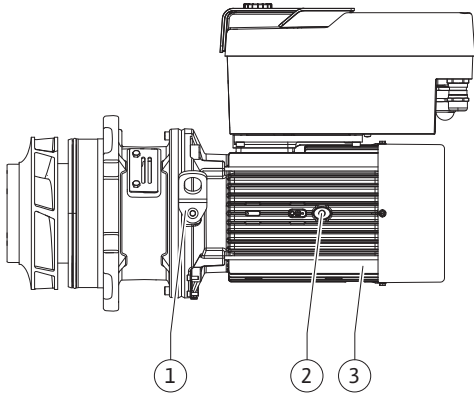

Fig. 100: Einstecksatz
9. Einstecksatz (Fig. 100) durch Lösen der Flanschschrauben (Fig. I, Pos. 29) vom Pumpengehäuse abnehmen.
16. Einstecksatz (siehe Fig. 100) in das Pumpengehäuse in der alten oder einer anderen gewünschten winkligen Lage einführen. Dabei zulässige Einbaulagen der Komponenten beachten (siehe Kapitel „Zulässige Einbaulagen und Änderung der Komponentenanzordnung vor der Installation“ [► 22]).